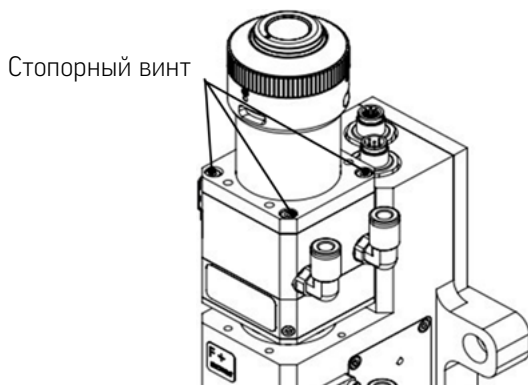

Рисунок 1.5 - Демонтаж компонентов коллиматора
- › Открутите стопорные винты коллиматора с помощью ключа с внутренним шестигранником на 3 мм (рисунок 1.5) и изолируйте посадочное место коллиматора клейкой лентой во избежание попадания пыли